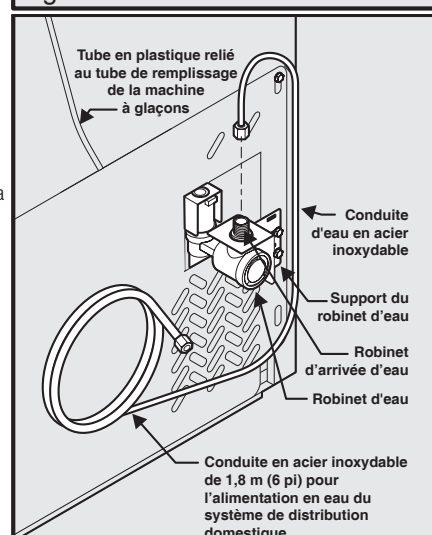

Figure 2
- Si vous utilisez du tuyau en acier inoxydable - L'écrou et la bague sont déjà installés sur le tuyau. Faites glisser l'écrou à compression sur l'entrée du robinet et serrez à la main l'écrou sur le robinet. Serrez d'un autre demi-tour à l'aide d'une clé; NE serrez PAS trop. (Reportez-vous à la figure 2)